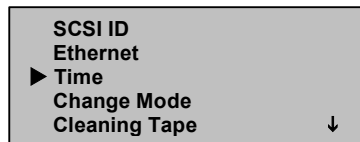

Figure 31 : Sélection de l'heure
3. Dans le sous-menu Configuration, sélectionnez Time (Heure) (Voir la Figure 31).